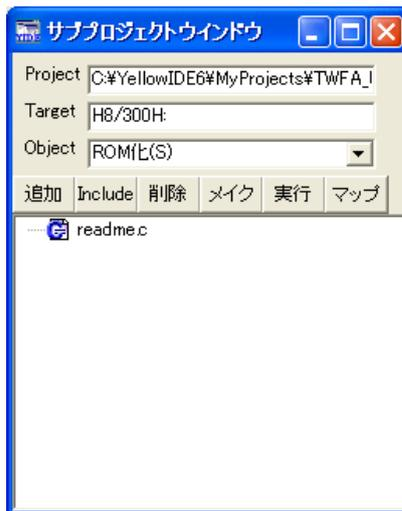

図 35 サブプロジェクトウィンドウ
5. サブプロジェクトウィンドウ(図 35)が表示されますので[Object]欄が"ROM化(S)"になっていることを確認して[メイク]ボタンを押します。警告3が 2 つ表示されますが無視して構いません。ここまでの作業で「¥Projects¥\_TWMON」フォルダに「REM\_MON.S」というファイルが作成されます。ファイル名はデバッグモニタの書込み(18ページ)で書き込んだものと同じですが、新しく作成したファイルにはデバッグモニタの機能に加えて、標準のCライブラリが組み込まれています。